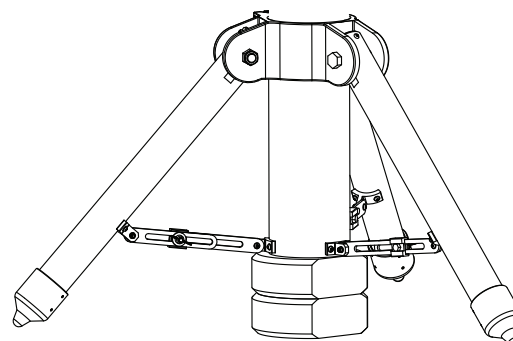

Рис. 1.1b
3. Если между центральным опорным стержнем треноги и землей осталось достаточно места, подложите один или два противовеса под стержень треноги, чтобы защититься от возможных травм – противовесы не дадут вам случайно поставить ногу под центральный опорный стержень (рис. 1.1b).